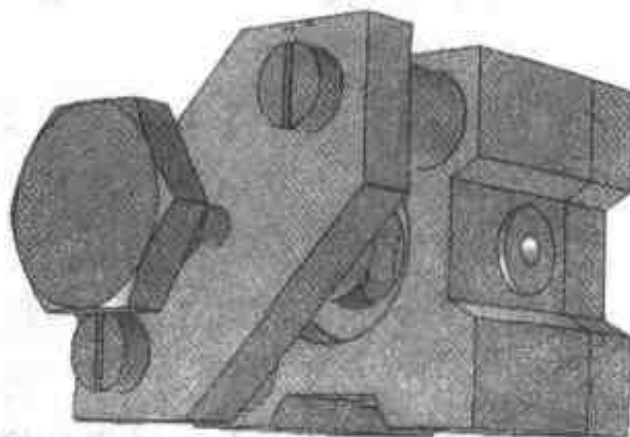

图 3.93 最后装配完成图
- (4) 按 F10 键, 关闭【三维球】命令, 结果如图 3.93 所示。
- (5) 保存所完成的装配文件。